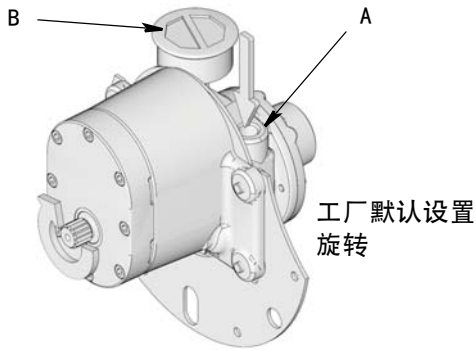

图 12
注：卷盘启动时，线轴应当通过旋转，卷回软管。出厂默认配置是从线轴马达侧（正对马达轴的一端）观察，卷盘旋转方向为逆时针。请参见图 12。
- 气动马达 - 气动马达中的逆向输入和消声器零部件 (请参见第 24 页的图 12)。